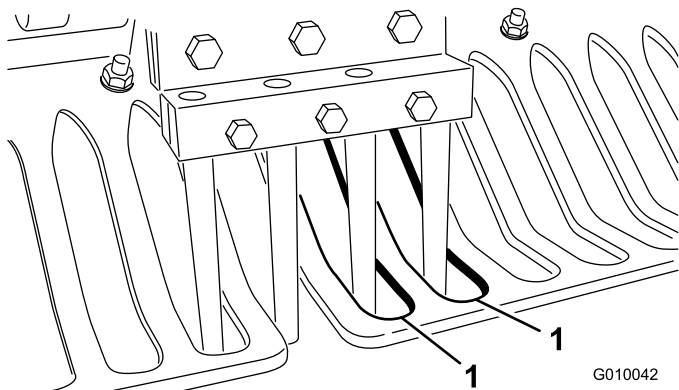

Figura 26
6. Compruebe que los taladros están centrados respecto a las ranuras de los protectores de césped (Figura 26). Ajuste los protectores de césped según sea necesario y apriete las tuercas.